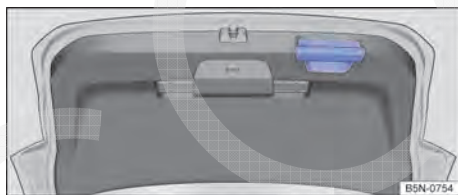

Fig. 83 Tampa do compartimento de bagagem aberta: alça para puxar.
- Segurar a maçaneta no revestimento interno da tampa do compartimento de bagagem → Fig. 83.